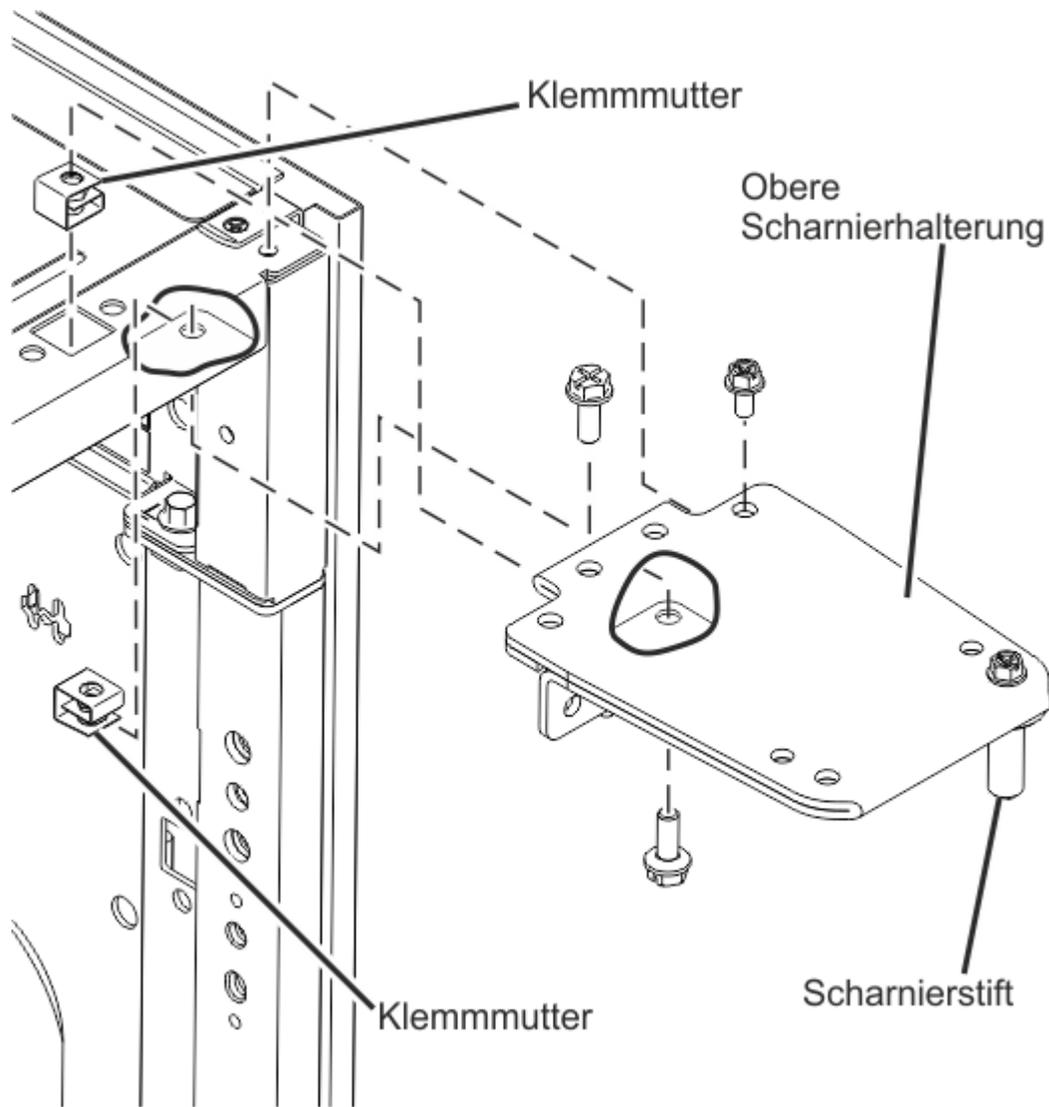

Abbildung 105. Teilinstallation der oberen Scharnierhalterung
- a. Fügen Sie dem Rack zwei M6-Klemmmuttern hinzu (siehe Abbildung 105 auf Seite 156). An der Oberseite des Rackflanschs wird die eine Klemmmutter angebracht, die zweite an der Unterseite des Rackflanschs.
- b. Installieren Sie die obere Scharnierhalterung, indem Sie die M5-Schraube und zwei M6x16-Schrauben anziehen (siehe Abbildung 105 auf Seite 156). Ziehen Sie die Schrauben mit einem Drehmomentschraubendreher bis auf $2,5 \text{ Nm} \pm 0,2 \text{ Nm}$ an.
- c. Schrauben Sie den oberen Scharnierstift wie in Abbildung 105 auf Seite 156 ab und legen Sie ihn zur Seite.